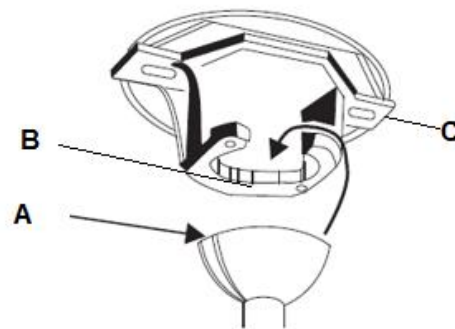

Fig. 7
Soulevez le ventilateur pour le placer sur le support de montage. Assurez-vous que l'encoche (A) de la rotule de la suspension est positionnée sur la goupille (B) du support de montage (C) pour empêcher le ventilateur de tourner lorsqu'il fonctionne. (Fig. 7)